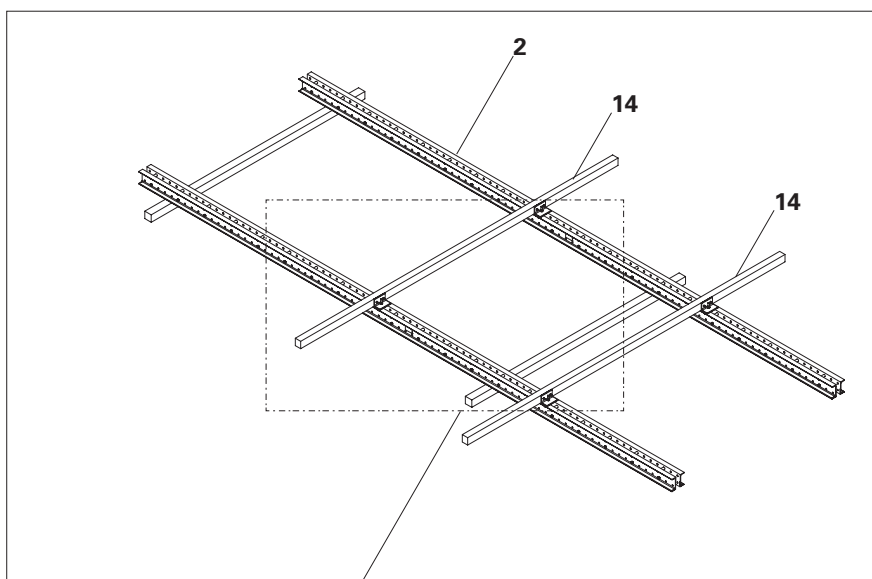

Fig. C1.06
1. Preparare due binari del sistema di ripresa (2), con distanziatori \varnothing 26 mm sopra i travetti e allinearli secondo le dimensioni previste tra gli assi.
2. Montare diverse travi di protezione (14) con gli adattatori dei travetti (13) secondo il piano. Vedere "C3 Montaggio della protezione" a pagina 84.
- (Fig. C1.06 + C1.06a)